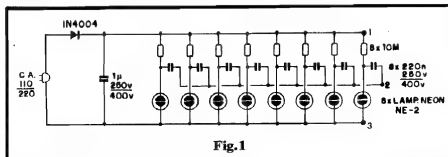

Fig.1
- **FIG. 1 - O CIRCUITO** - O "esqueminha" é tão simples, que não oferecerá dificuldades de "leitura" ou interpretação mesmo aos eventuais "começantes" entre os Leitores/Hobbysts: a energia C.A. é captada da tomada (110 ou 220V) e, logo em seguida, transformada numa razoável C.C. com a ajuda do diodo retificador 1N4004 e capacitor de filtro/ar-